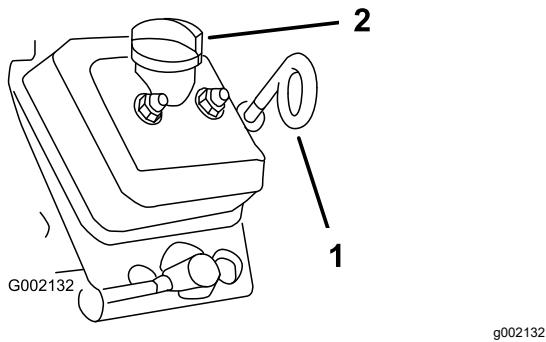

Figure 20
3. Avec un chiffon, nettoyez la surface autour de la jauge d'huile et du bouchon de remplissage (Figure 20) pour éviter de faire tomber des impuretés dans le tube de la jauge ou le goulot de remplissage et d'endommager le moteur.
4. Retirez la jauge d'huile et essuyez soigneusement l'extrémité (Figure 20).
5. Enfoncez la jauge au fond du tube (Figure 20).
8. Remettez le bouchon de remplissage (Figure 20).
9. Réinsérez la jauge d'huile au fond du tube de remplissage (Figure 20).